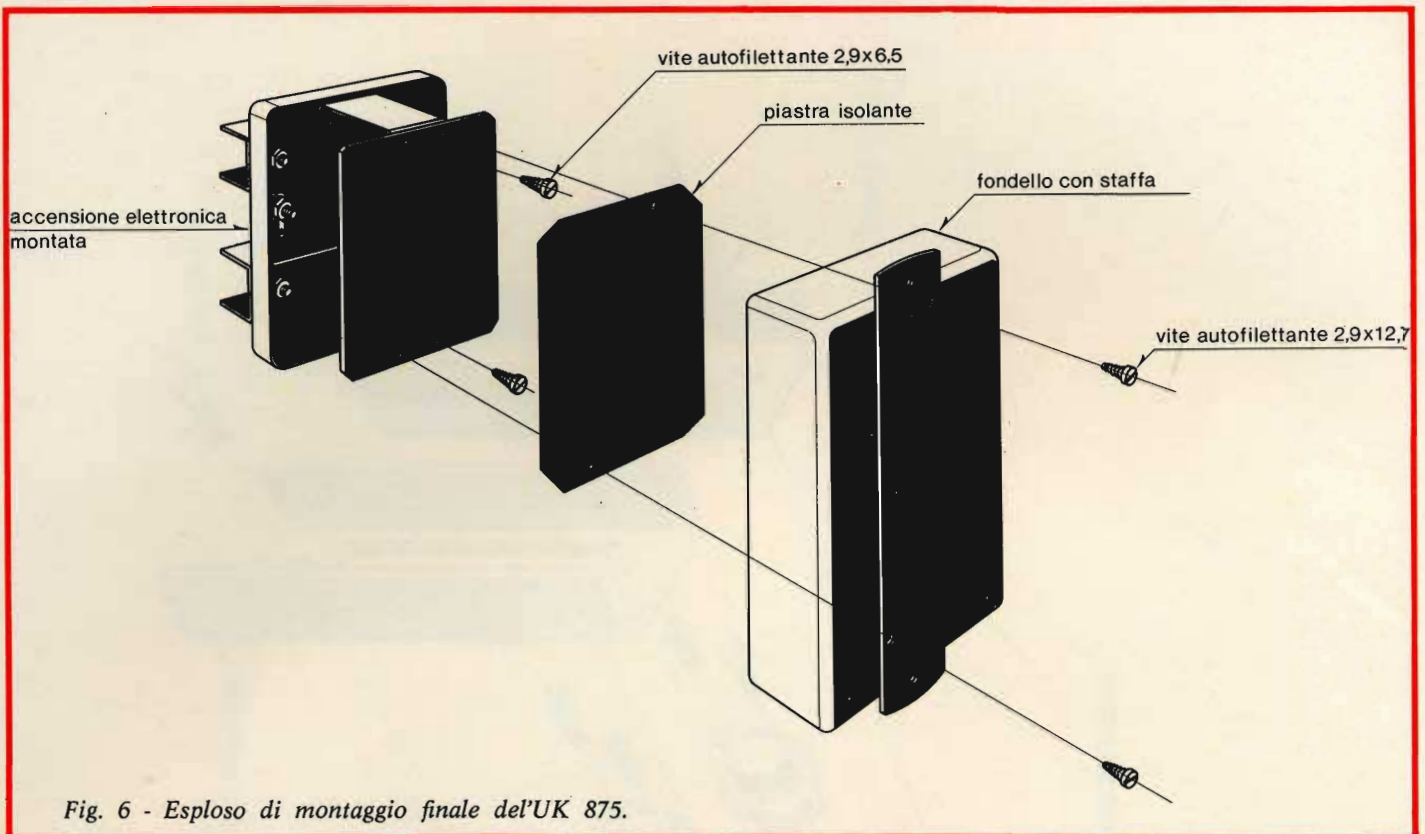

Fig. 6 - Esploso di montaggio finale dell'UK 875.
- Appoggiare il circuito stampato alle due squadrette di fissaggio della piastra e fissarlo mediante due viti autofilettanti 2,9 x 6,5 — fig. 6.